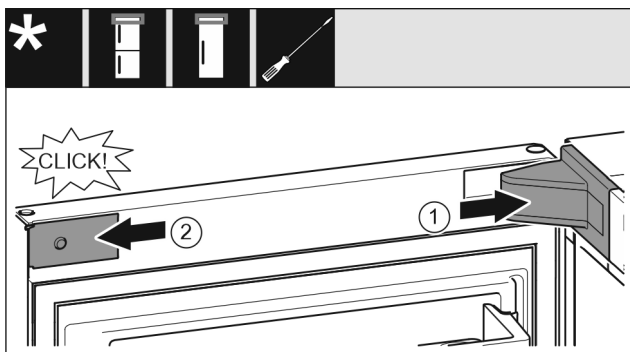

Fig. 28
- ▶ Nasadte a zaklapněte kryt stojanu ložiska Fig. 28 (1), příp. opatrně přitlačte od sebe.
- ▶ Z boku nasadte záslepku Fig. 28 (2) a zaklapněte.